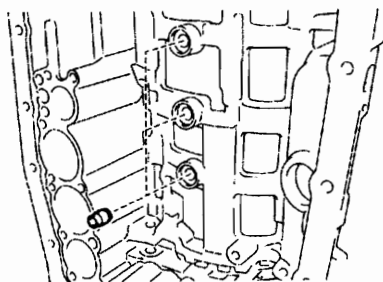

图 12-1-2
- (6) 拆下 10 个变速器外罩螺栓, 拆下变速器外罩。
- (7) 拆下 8 个变速器壳连接装置总成螺栓, 拆下变速器壳连接装置总成, 并从变速器壳连接装置总成上拆下衬垫。注意: 用铜棒和锤子拆卸延伸外罩总成。
- (8) 用螺丝刀拆下变速器壳连接装置油封。
- (9) 将变速器壳安装到大修装置上。
- (10) 拆下放油塞和 20 个螺栓, 拆下自动变速器油底壳分总成。注意: 不要翻转变速器, 否则阀体会被油底壳底部的异物污染。
- (11) 检查自动变速器油底壳分总成。取下磁铁, 并用它收集铁屑, 观察油底壳内及磁铁上的异物/颗粒, 判断变速器的磨损类型。若有铁屑(磁性), 则轴承、齿轮和离合器片磨损; 若有铜屑(非磁性), 则衬套磨损。
- (12) 将变速器倒置, 拆下阀体机油集滤器总成, 并从阀体机油集滤器总成上拆下 O 形圈。
- (13) 拆下 AFT 温度传感器、螺栓和卡箍, 断开换挡电磁阀上的 7 个连接器, 从变速器壳上拆下螺栓, 拆出变速器电缆, 并从变速器电缆上拆下 O 形圈。
- (14) 拆下 19 个固定变速器阀体总成的螺栓, 拆下变速器阀体总成。
- (15) 拆下 3 个驱动桥壳衬垫。
- (16) 如图 12-1-2 所示, 拆下 3 个制动鼓衬垫。